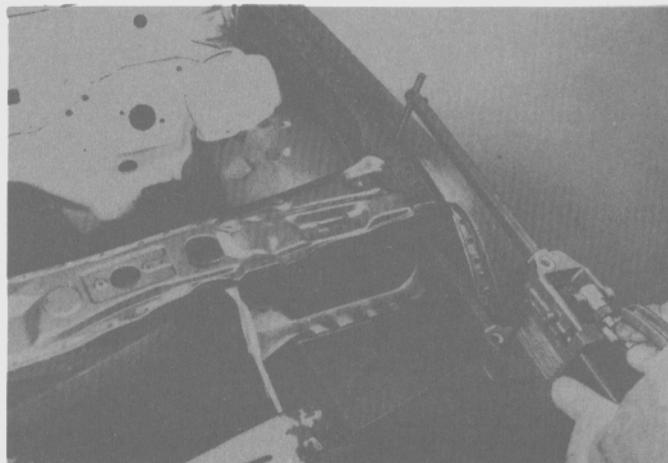

Fig. 96
- Soldar por puntos el nuevo guardabarro al panel del guardabarro delantero interior (Fig. 96).